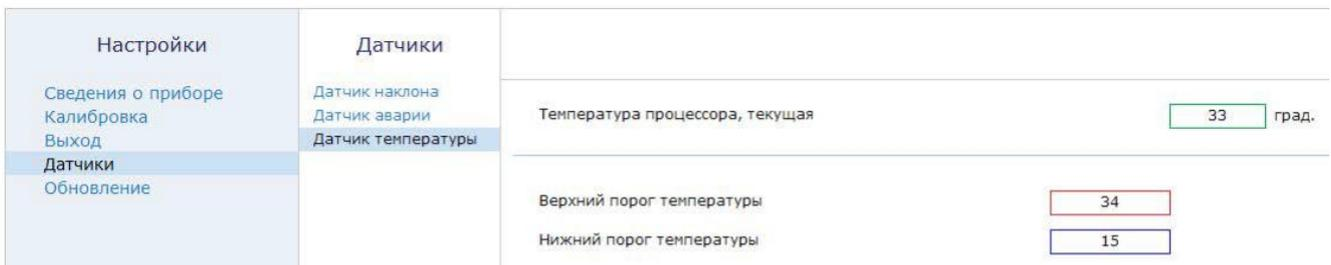

Рисунок 9 Датчики: датчик температуры
8. Выбрать подраздел «Датчик температуры» (см. Рисунок 9). На графиках в режиме реального времени отображается зависимость температуры от времени в разных масштабах.